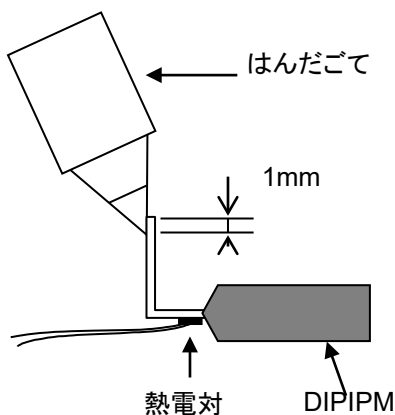

図 2-4-3 評価状態
(1) 評価サンプル: 超小型 DIIPM 標準品
(2) 評価手順
- ・熱容量的に小さい制御側外部リード端子先端(先端から 1mm)の箇所にはんだごて(50W)をあて、リード端子根元の温度上昇を測定する。(図 2-4-3)